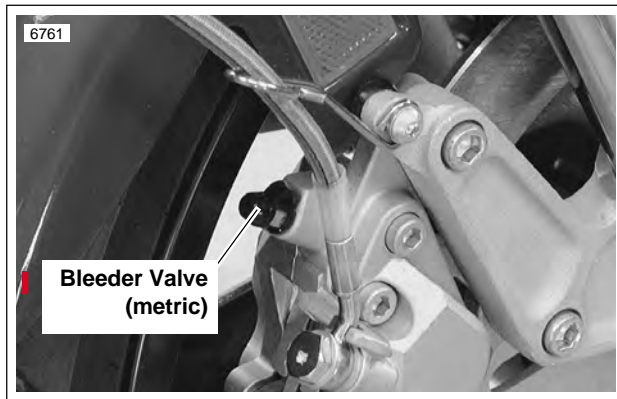

Figure 1-9. Front Brake Caliper Bleeder Valve
- a. Front brake caliper bleeder valve-Figure 1-9.